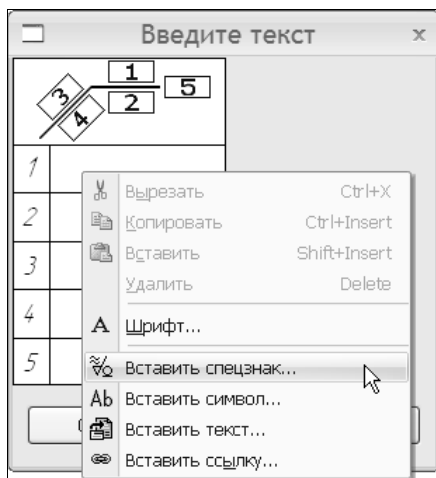

Рис. 1.98. Диалоговое окно Введите текст
4. Чтобы ввести знак конусности и численное соотношение, на панели свойств щелкните в поле **Текст** и вызовите диалоговое окно **Введите текст** (рис. 1.98).